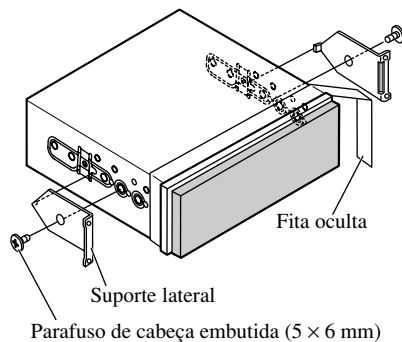

Fig. 14
1. **Decida a posição dos suportes laterais. (Fig. 14)**